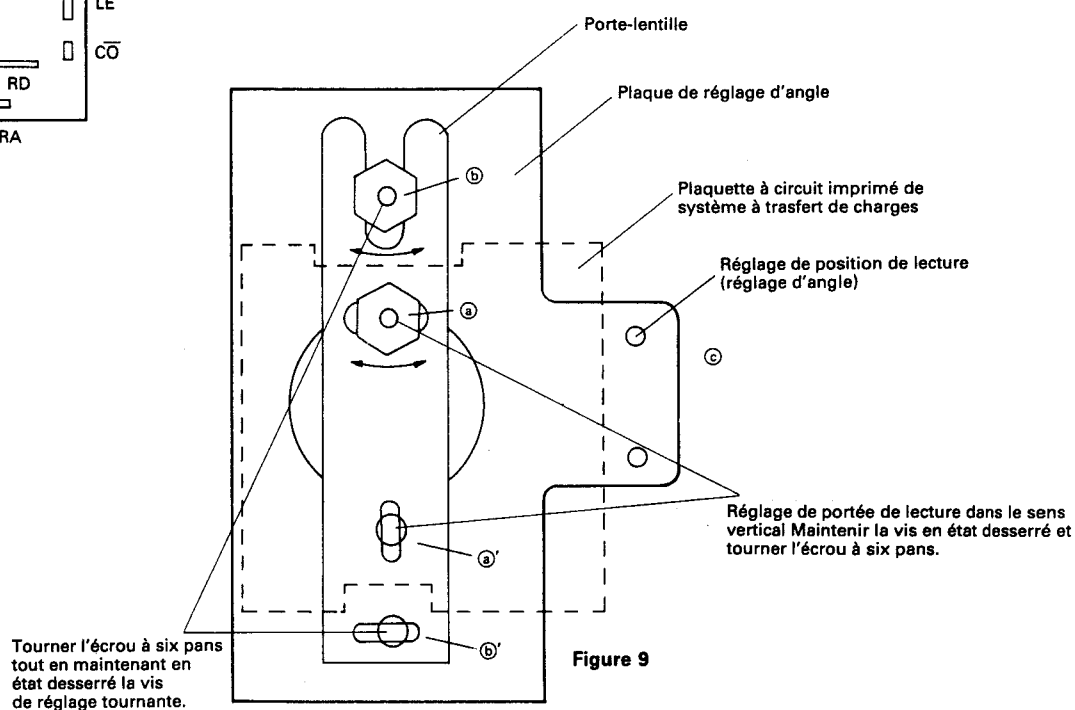

Figure 9
- (1) Enlever le couvercle arrière et installer l'imprimante.
- (2) Enlever le cadre avant et mettre l'interrupteur d'alimentation sur la position de marche. Après le réglage initial sélectionner le 4e Cadre.
- (3) Tirer, à l'aide du marqueur, des lignes horizontales à deux positions: 35 mm à partir des extrémités supérieure et inférieure de la feuille blanche à écrire.
- (4) Desserrer les vis ③ et ③' indiquées à la Figure 9. (à la page 11).
- (1) Faire une copie d'un cadre et vérifier l'état d'impression.
- (2) Lorsque la copie sortie est comme celle indiquée à la Fig. 14, tourner lentement dans le sens contraire des aiguilles d'une montre la vis ③ indiquée à la Fig. 9 tout en faisant la copie d'un cadre. Arrêter de tourner la vis lorsque la copie devient comme celle indiquée à la Fig. 15. A ce moment, le réglage est terminé.
- (2) Mettre l'interrupteur d'alimentation sur la position de marche et effectuer le réglage initial.
- (3) Tirer une ligne perpendiculaire à l'aide d'un marqueur noir le long d'une ligne verticale arbitraire au milieu de la feuille blanche à écrire.
- (4) Desserrer les vis ⑤ et ⑤' indiquées à la Fig. 9. (Voyez à la page 11).
- (1) Faire une copie du cadre ayant la ligne verticale.
- (2) Vérifier l'état de la ligne copiée.
- (3) Si la ligne verticale est imprimée de la manière indiquée à la Fig. 17, tourner dans le sens contraire des aiguilles d'une montre, à l'aide de l'Outil de réglage, l'écrou à six pans ⑥ indiqué à la Fig. 9 jusqu'à ce que la ligne devienne comme celle indiquée à la Fig. 18. si la ligne est imprimée de la manière indiquée à la Fig. 20, tourner l'écrou à six pans dans le sens des aiguilles d'une montre jusqu'à ce que la ligne devienne comme celle indiquée à la Fig. 18 ou 19.